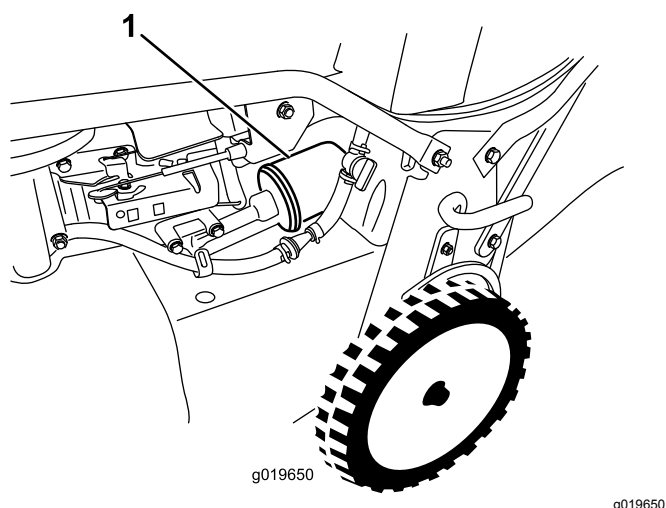

Figure 32
6. Déposez le filtre à huile (Figure 32).